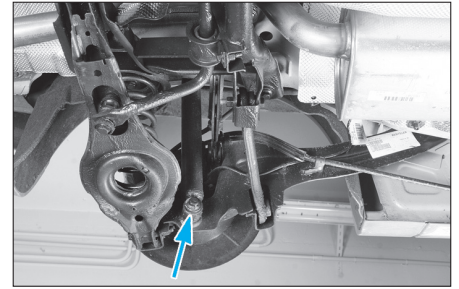

FIG. 15
- la fixation inférieure de l'amortisseur arrière (Fig.15).
- Déposer le boulon de fixation inférieure de l'amortisseur (Fig.15).